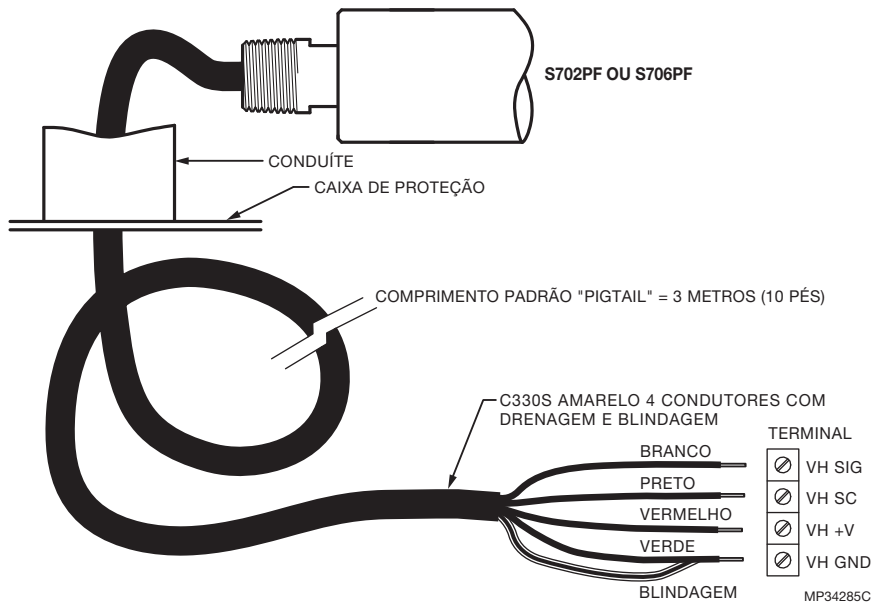
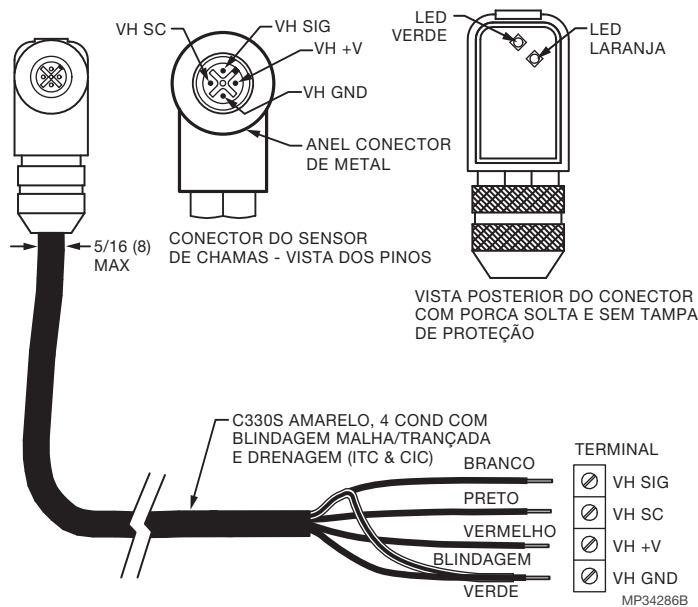
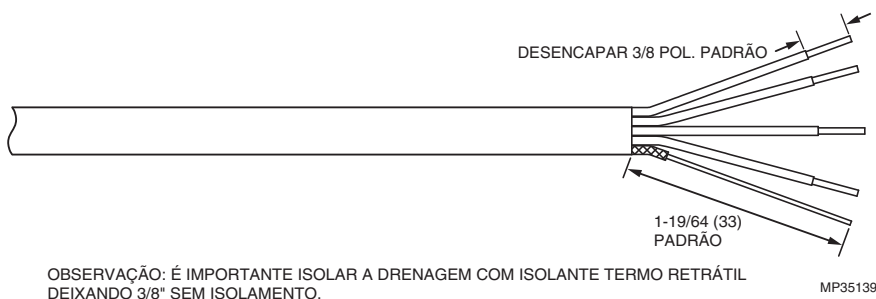

Fig. 3. Cabo do Sensor de Chama Modelo 700 com conexão NPT de 1/2 pol.
Fig. 4. Conexões do Cabo do Sensor de Chama Modelo 700/800.
Fig. 5. Preparação do Cabo da Extremidade do Processador de Sinal C330S.
Conectores e cabos estão representados nas Fig. 3, Fig. 4 e Fig. 5. A Fig. 3 mostra o cabo do sensor de chama com a conexão NPT de 1/2 pol. e o cabo pigtail para utilização num conduto. O modelo PF vem com o cabo Honeywell C330S de 10 pés. Este cabo é recomendado para todas as novas instalações. Possui certificação ITC e CIC para local perigoso. As figuras 4 e 5 descrevem o cabo C330S usado com o conector montável de ângulo reto. Consulte "Acessórios" na página 9 para obter os números das peças.
1. Com relação à Fig. 5, descape 2 pol. de cabo para expor a blindagem trançada.
4. Desencape os outros fios, como mostrado na Fig. 5.
1. Prepare o fio C330S na extremidade do conector semelhante à fig. 5.
- a. Certifique-se de que os fios e LEDs estejam em locais apropriados como na Fig. 4.